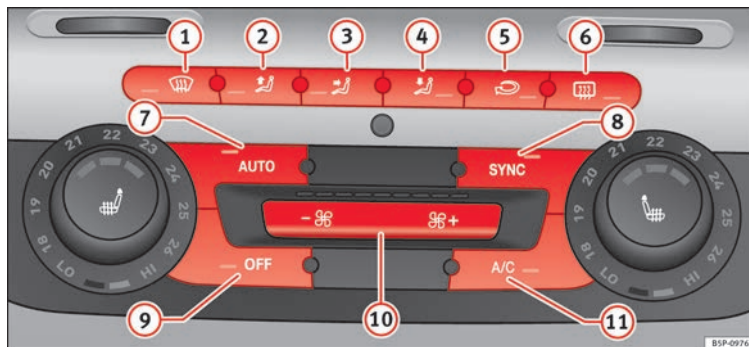

Bild 117 På instrumentbrädan: Reglage för 2C Climatronic.
- Vrid temperaturreglagen » **bild 117** för att ställa in temperaturen på vänster respektive höger sida.
Tryck på  **bild 117** knappen. "AUTO High" visas på radiodisplayen (hög fläkthastighet).
Tryck på  igen **» bild 117**. "AUTO Low" visas på radiodisplayen (låg fläkthastighet).